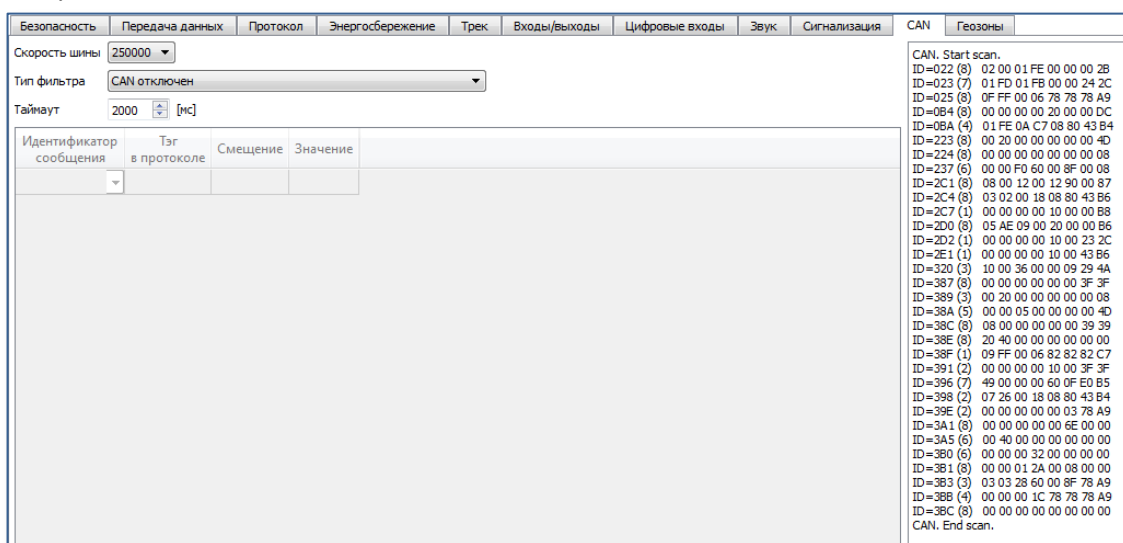

Рисунок 10. Настройка сканирования из CAN-шины в Конфигураторе
Для работы в этом режиме в Конфигураторе на вкладке «Настройки» -> «CAN» выберите один из параметров скорости шины и время задержки (время ожидания сообщения); тип фильтра в данном случае не имеет значения (Рис. 10). Нажмите кнопку «Прослушать CAN». В случае успешной настройки в правой панели будут выводиться полученные данные.
3. **Режимы J1939\_USER\_29bit и J1939\_USER\_11bit** – конфигурируемые пользовательские фильтры, длина идентификатора 29бит или 11бит. Данные режимы позволяет получать из CAN-шины ТС сообщения с 29-битными или 11-битными идентификаторами по протоколу J1939. Наличие передаваемых данных можно определить применением режима J1939\_SCANNER (Рис. 10). Как правило, данные режимы используются, если данных, получаемых по стандарту FMS недостаточно, либо стандарт FMS не поддерживается, но данные по протоколу J1939 в шине присутствуют.